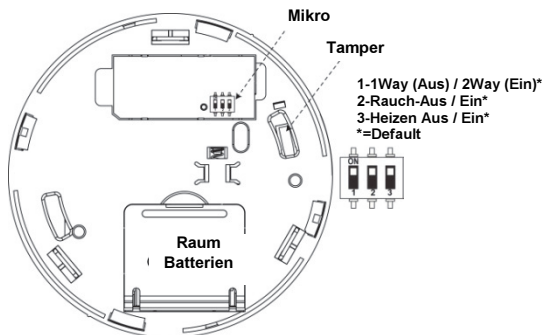

Abbildung 8: Hintere Ansicht der Einheit: Batteriefach, Sabotagekontakt und Kippschalter
1. [Für den Betrieb im unidirektional-Modus]: Stellen Sie den DIP-Schalter 1 auf 1-Way ein, und konfigurieren Sie entweder Rauch (2), Wärme (3) oder Rauch und Wärme.
3. Öffnen Sie den Deckel des Batterie-fachs (siehe Abbildung 8).